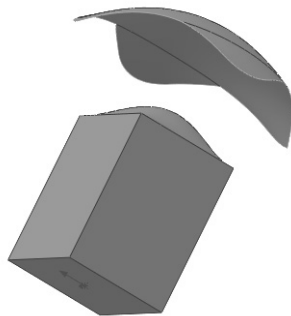

图 9-17 等距曲面
3) 单击  (确定) 按钮，生成的等距曲面如图 9-17 所示。